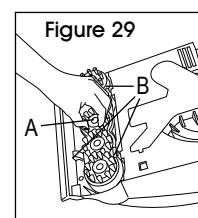

Figure 29
2. Saisissez la partie intérieure de la brosse (A) et extrayez légèrement la brosse pour dévoiler les verrous (B). (Voir Figure 29)